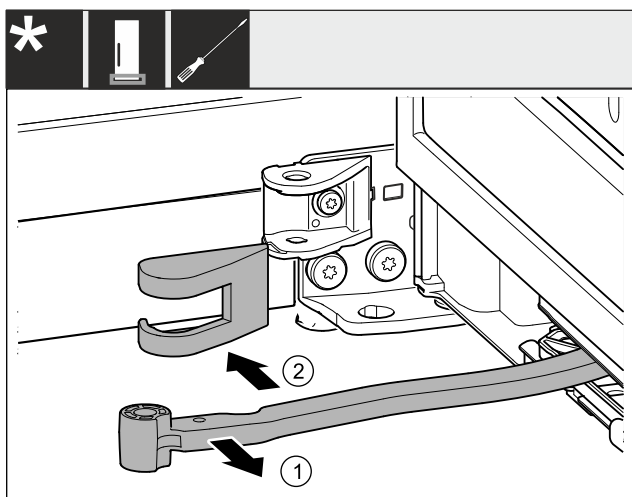

Fig. 6
- ▶ Περιστρέψτε την άρθρωση προς την πόρτα. Fig. 6 (1)
- ▶ Αφαιρέστε το κάλυμμα του στηρίγματος. Fig. 6 (2)